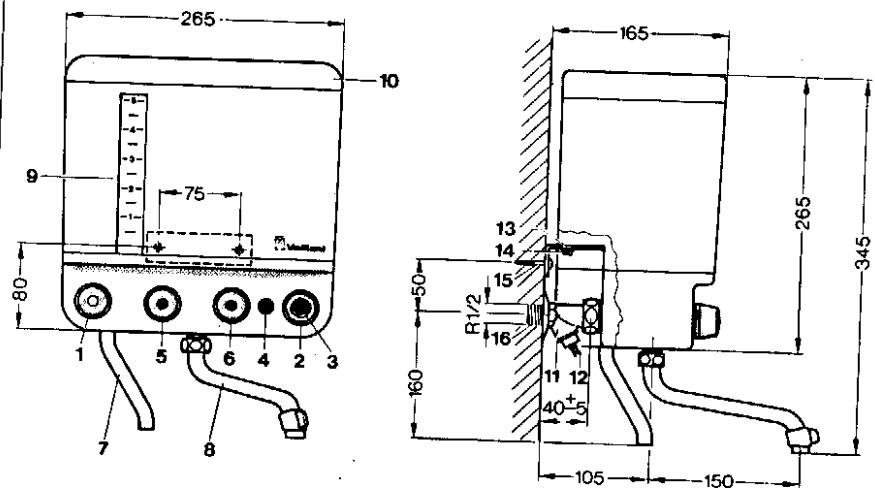

Рис. 1: Устройство и размеры
Вся арматура, с которой соприкасаются при обычном пользовании аппаратом, изолирована от передачи тепла, а бак с водой, переливная труба (7, рис. 1) и поворотный излив (8, рис. 1) могут нагреваться до 100 °С; при кипении воды из переливной трубы (7) может выходить пар.
Если аппарат поврежден - до его подсоединения сообщить поставщику. Как показано на рис. 1, навесить аппарат VEK 5 S на стену вертикально. Для этого к аппарату VEK 5 S прилагается монтажный шаблон.
Объяснить клиенту, что в зависимости от частоты пользования аппаратом и жесткости воды требуется удаление накипи в соответствии с руководством по эксплуатации 83 0171 GUS; но не позднее, чем указатель уровня (9, рис. 1) станет мутным.